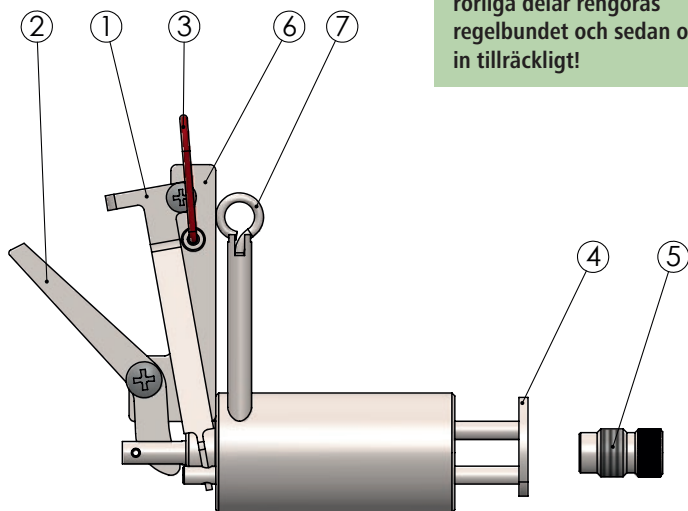
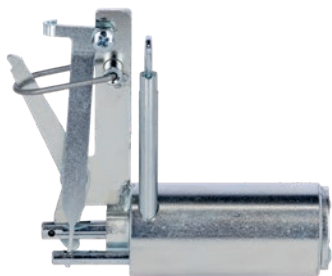
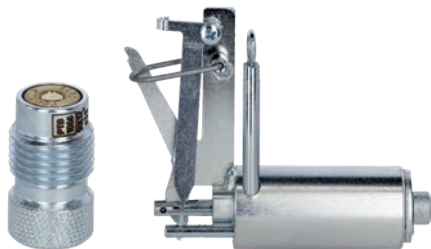

Bild 3
Bild 4
Bild 5
1. Tryck spännarmen (bild 3, nr 2) med tummen i skjutriktningen, fäll bak säkringsringen (bild 3, nr 3) över spännarmen (se bild 4). Enheten får endast placeras och hanteras i detta tillstånd!
3. För in patron 9 x 17 mm gul i patronhållaren (bild 3, nr 5) . Skruva fast patronhållaren helt och hållet i enheten (se bild 5).
4. Skjut utlösaren (bild 3, nr 4) till det främre ändläget och lås fast den med hjälp av säkringsstiftet (bild 3, nr 7). (se bild 7).
7. Dra säkringsstiftet (bild 3, nr 7) uppåt och vrid i 90° så att det är säkrat i det övre ändläget (se bild 10).
8. Fäll fram säkringsringen (bild 3, nr 3) – enheten är nu skarpladdad och skjutklar (se bild 11).
- Fäll tillbaka säkringsringen (bild 3, nr 3).
- Aktivera utlösaren (bild 3, nr 4).
- Spännarmen (bild 3, nr 2) fastnar i säkringsringen (bild 3, nr 3) när utlösaren aktiveras.
Patronlager (bild 3, nr 5)